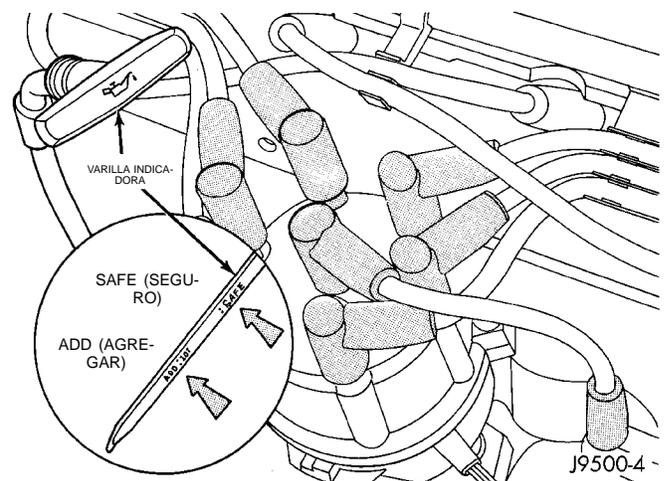

Fig. 8 Varilla indicadora del aceite del motor—Motor de 4.0L
table. Los niveles aceptables son los que se encuentran entre las marcas ADD (agregar) y SAFE (seguro) de la varilla indicadora del aceite del motor (Fig. 8).
- (1) Coloque el vehículo sobre una superficie nivelada.
- (2) Con el motor apagado, deje transcurrir aproximadamente diez minutos para permitir que el aceite se asiente en el fondo del cárter, y a continuación retire la varilla indicadora de nivel de aceite.
- (3) Limpie la varilla indicadora.
- (4) Instale la varilla indicadora y confirme que está asentada en el tubo.
- (5) Retire la varilla indicadora, con la empuñadura por encima del extremo y realice la lectura del nivel de aceite (Fig. 8).
- (6) Agregue aceite únicamente si el nivel está por debajo de la marca ADD de la varilla indicadora.